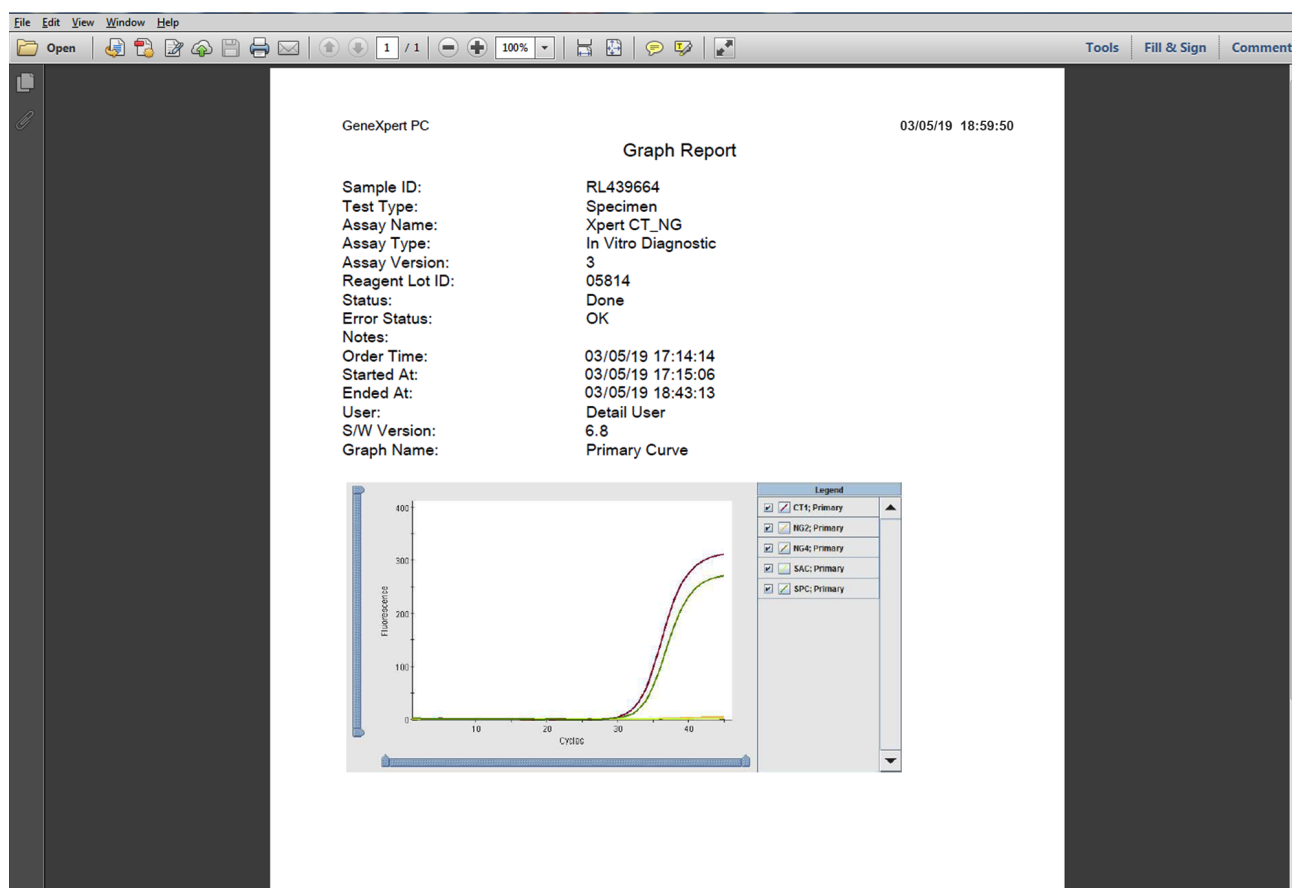
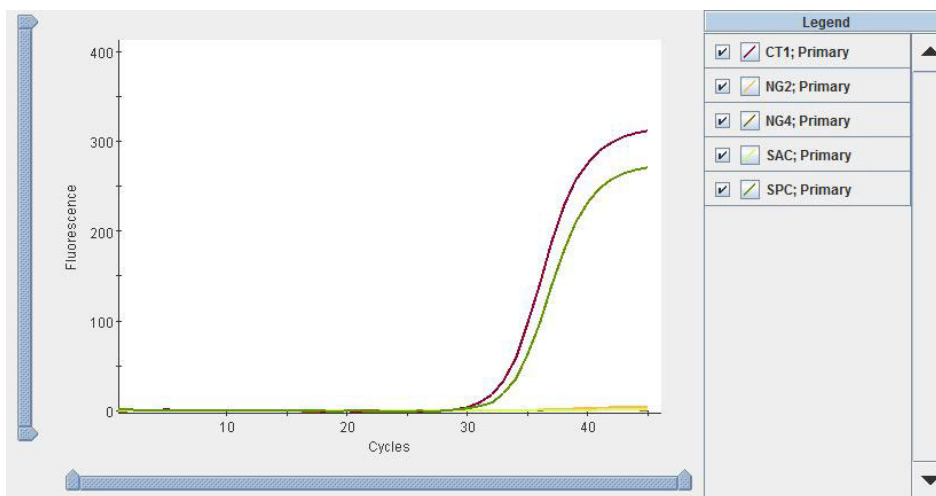

図 5-72. Adobe Reader で表示される曲線グラフレポートのエクスポート
図 5-73. 曲線グラフレポートのエクスポート
- **レポートファイルの作成（GENERATE REPORT FILE）** – 基本的なテスト情報を含むグラフを含む PDF ファイルが作成され、レポートフォルダに入っています。レポートファイルの例を図 5-73 に示します。
- **プレビューレポート（PREVIEW REPORT）** – このオプションを選択すると、pdf ファイルが作成されて Adobe Reader で表示されます（図 5-72 を参照）。このファイルは Adobe Reader から保存できます。レポートファイルの例を図 5-73 に示します。